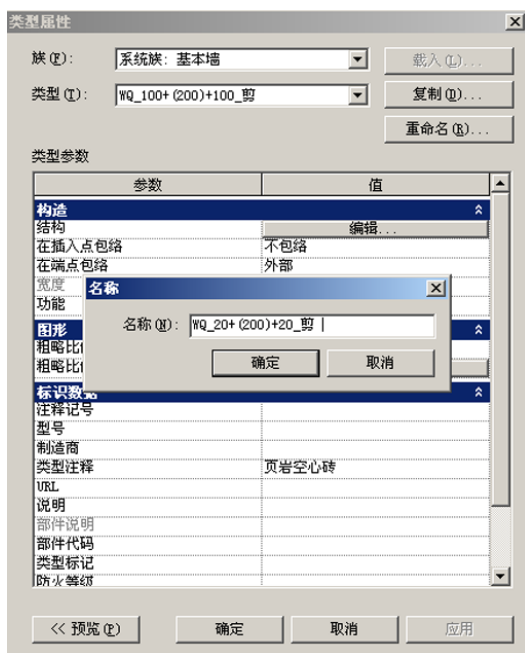

图 6-10
- 9) 使用上述方法，在新的墙体“WQ\_100+ (200) +100\_剪”的基础上，单击“类型属性”对话框中所“复制”命令，在弹出的对话框中输入新墙体类型的名称：“WQ\_20+ (200) +20\_剪”(如图 6-10 所示)。